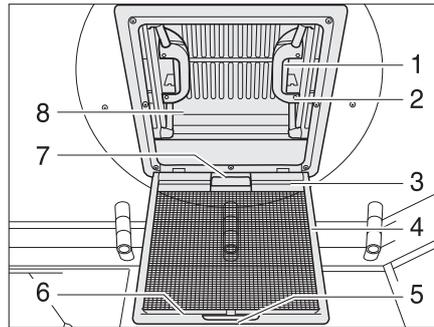

Bild 43 Dachhaube mit Schnappverschluss
- Am Griff (Bild 43,5) ziehen.
- Insektenschutz (Bild 43,4) nach unten klappen.
- Schnappverschluss (Bild 43,1) zur Innenseite der Dachhaube (Bild 43,8) drücken. Gleichzeitig mit dem Griff (Bild 43,2) die Dachhaube nach oben drücken.
- Insektenschutz (Bild 43,4) nach oben schwenken, bis er einrastet.
- An beiden Griffen (Bild 43,2) die Dachhaube (Bild 43,8) kräftig nach unten ziehen, bis beide Schnappverschlüsse (Bild 43,1) eingerastet sind.
- Verdunklungsrollo am Griff (Bild 43,7) ziehen und Hakenleiste (Bild 43,3) in die Halteleiste (Bild 43,6) am Insektenschutz einhängen.
- Hakenleiste (Bild 43,3) von der Halteleiste (Bild 43,6) lösen und Verdunklungsrollo langsam zurückführen.